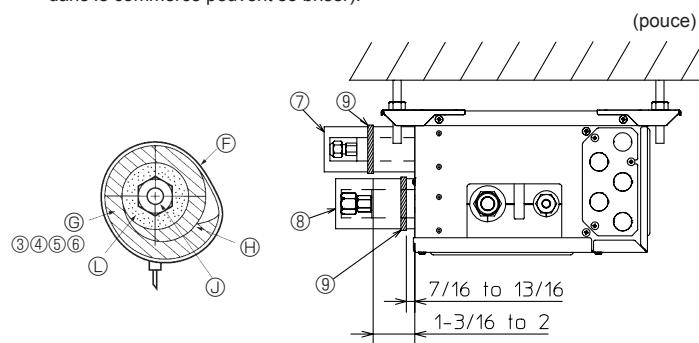
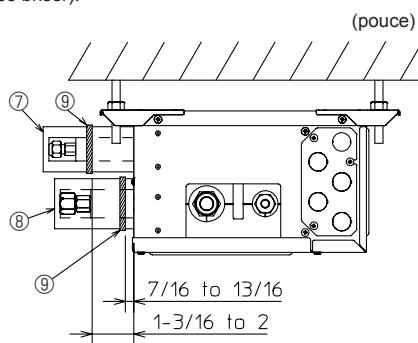

Fig. 7-3
Fig. 7-4
- (3) Raccorder immédiatement les tuyaux de réfrigérant. Serrez toujours les écrous évasés jusqu'au couple spécifié dans le tableau 2 à l'aide d'une clé dynamométrique et d'une double clé à molette.
- (4) Appuyer les cache-tuyaux ③ et ⑤ des tuyaux de liquide contre l'appareil et les enruler pour les maintenir en place. (Fig. 7-3)
- (5) Appuyer les cache-tuyaux ④ et ⑥ des tuyaux de gaz contre l'appareil et les enruler pour les maintenir en place. (Fig. 7-3)
- (6) Fixer les sangles fournies ⑨ à 7/16-13/16 pouce (10 à 20 mm) de chaque extrémité des cache-tuyaux (③ ④ ⑤ ⑥).
- (7) Si l'unité intérieure n'est pas raccordée, raccordez les cache-tuyaux (avec les bouchons, ⑦ et ⑧) sur les branchements des tuyaux de réfrigérant du boîtier de dérivation contre l'unité afin d'éviter un écoulement de condensation des tuyaux. (Fig. 7-4)
- (8) Fixer les cache-tuyaux (⑦ ⑧) à l'aide des sangles fournies ⑨.
- ⑤ Sangle ⑨
- ⑥ Cache-tuyaux ③ ④ ⑤ ⑥
- ⑦ Serrer
- ⑧ Tuyau de réfrigérant
- ⑨ Isolant thermique pour tuyau de réfrigérant
► **Appliquer les procédures suivantes aux composants du boîtier de dérivation qui ne sont pas raccordés à un appareil intérieur. (Fig. 7-4)**
(1) Afin d'éviter toute fuite de réfrigérant, veiller à serrer les raccords coniques conformément aux couples de serrage indiqués* dans le Tableau 3.
(2) Pour éviter la condensation, mettez en place les cache-tuyaux ⑦ et ⑧ contre l'unité et attachez-les à l'aide des sangles ⑨ fournies.